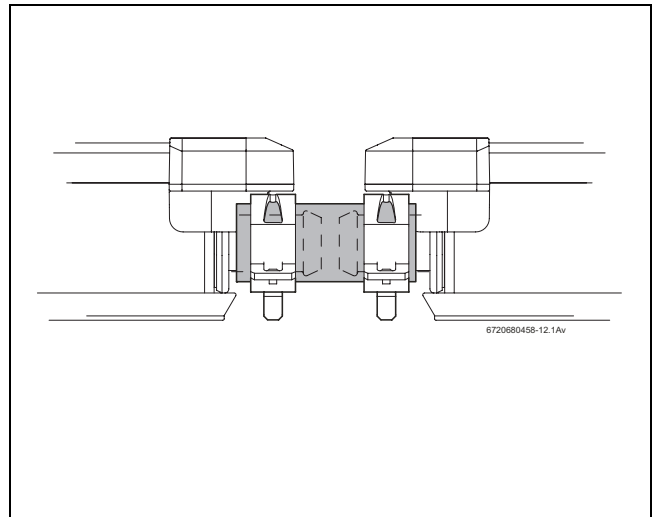

Bild 42 Solarschlauch mit gesicherten Federbandschellen
- ▶ Jeden Solarschlauch am Kollektoranschluss mit einer Federbandschelle (Bild 42) sichern.